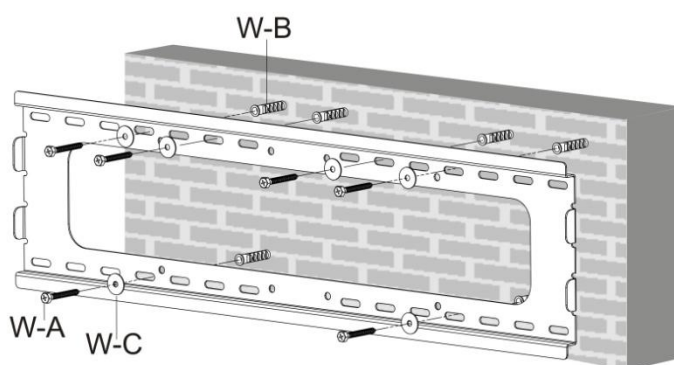

Fig. 4
- Taladre estos orificios con una broca de albañilería a una profundidad de 60 mm como mínimo. Inserte un ancla de hormigón (W-B) en cada uno de estos orificios. Sujete la placa de pared a la pared mediante 6 tirafondos (W-A) y 6 arandelas M6 (W-C), como se muestra en la Fig. 4.